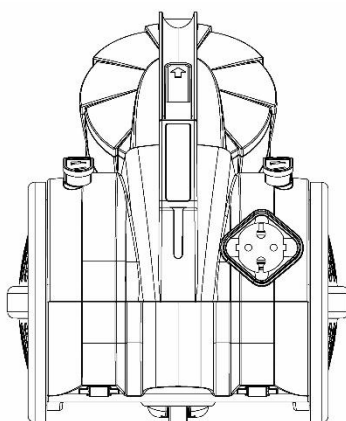

Рис.8
2. Снимите пылесборник вместе с системой чистки, для чего нажмите на кнопку блокировки и потяните контейнер на себя, держа его за ручку. (Рис.8)